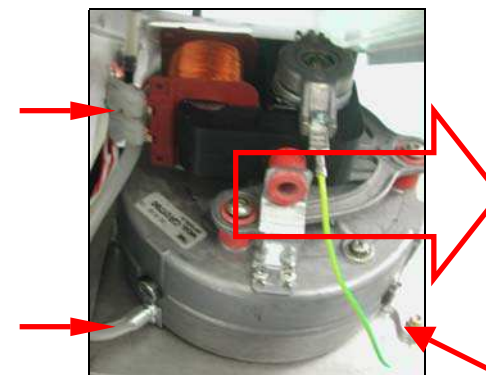

Рисунок 29
19.6. У котла модели НК (закрытая камера сгорания) отсоедините электрические провода и трубку дифференциала давления от вентилятора, отвинтив фиксирующие винты, и снимите вентилятор с 56° колена. (Рисунок 29)